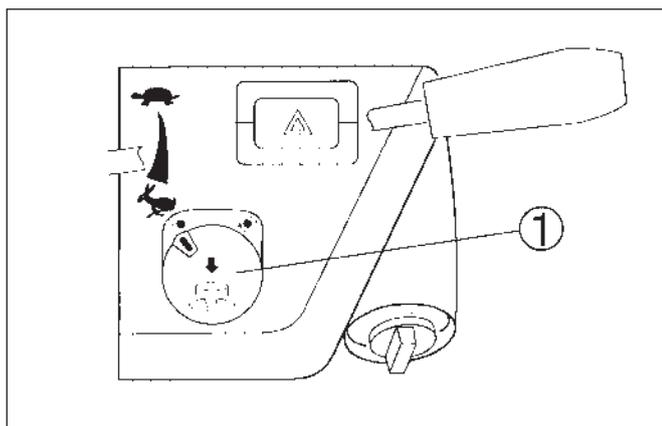

FIG. 5-24
**FIG. 5-24:** La prise de force arrière et centrale sont commandées par l'interrupteur de prise de force, 1. Les systèmes de prise de force arrière et centrale peuvent être utilisés de manière indépendante.